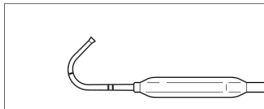

Figure 9 : Courbure maxillaire
- Sinus maxillaires :** Lors du traitement de l'ostium maxillaire/de l'infundibulum ethmoïdal, une courbure d'environ 120 à 135° (Figure 9) est conseillée afin d'accéder à l'ostium maxillaire naturel. Utiliser l'outil de courbure pour parvenir à cette géométrie.